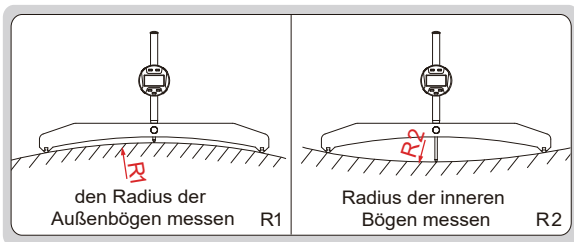
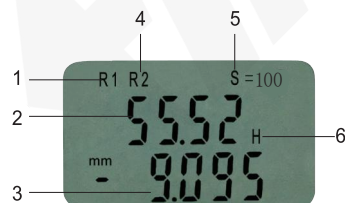

Abb.1
Abb.2
1. Messen Sie den Radius von Innen- oder Außenbögen (Abb. 1); die Anzeige entspricht Abb. 2.